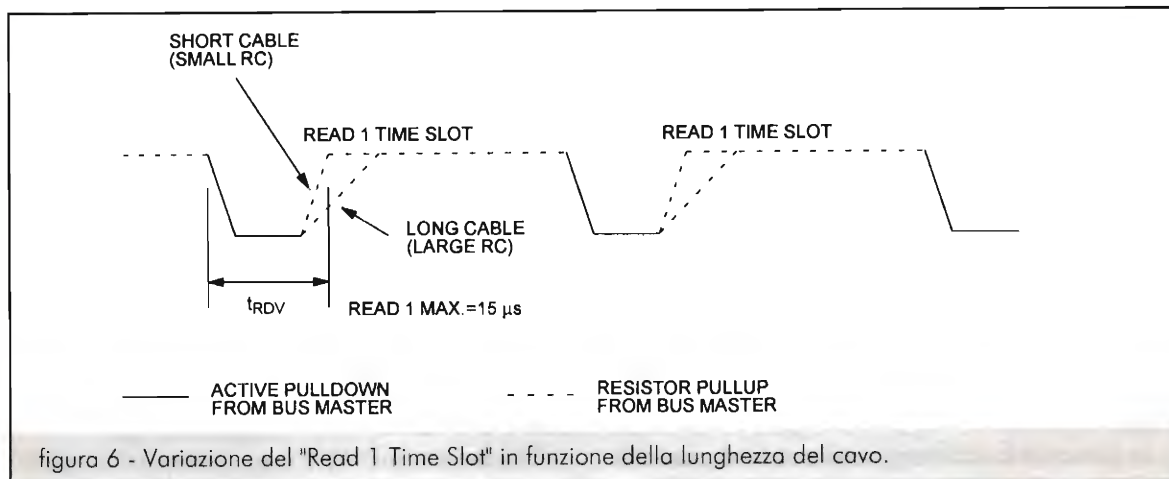

figura 6 - Variazione del "Read 1 Time Slot" in funzione della lunghezza del cavo.
a)- quando il Master deve leggere dei bit dallo slave, e "decidere" se si tratta di "1" o "0", come già detto da' l'impulso di sincronismo tirando a 0 la linea del bus, poi la rilascia, controllando dopo quanto quest'ultima torni a 1; se la RC è troppo elevata, la linea nemmeno trattenuta dallo slave, che voleva trasmettere un 1 al master, impiegherà più di 15 mS per raggiungere un livello di tensione tale da essere interpretato come un "1" (vedi **figura 6**); il Master interpreterà quindi erroneamente tale bit come "0". Questo aspetto vi suggerisce quindi, tra le altre cose, che bisogna sempre cercare di creare un impulso di sincronismo il più breve possibile e che comunque, con la maggioranza dei microcontroller, sarà difficile mantenere al di sotto dei 2-3 mS a causa dei cicli macchina richiesti per commutare i dispositivi di I/O; il limite inferiore imposto dal protocollo è di 1 mS. Ricordo ancora una volta che la durata di tale impulso, visibile sul